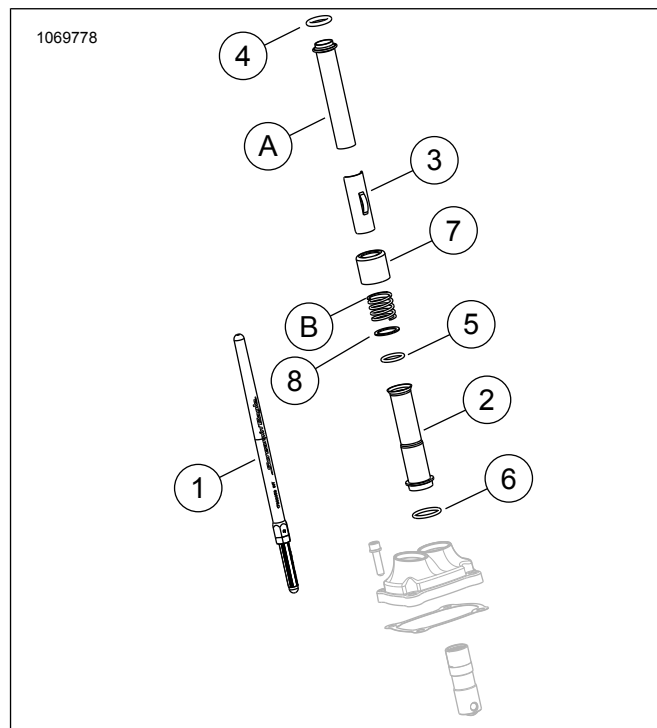
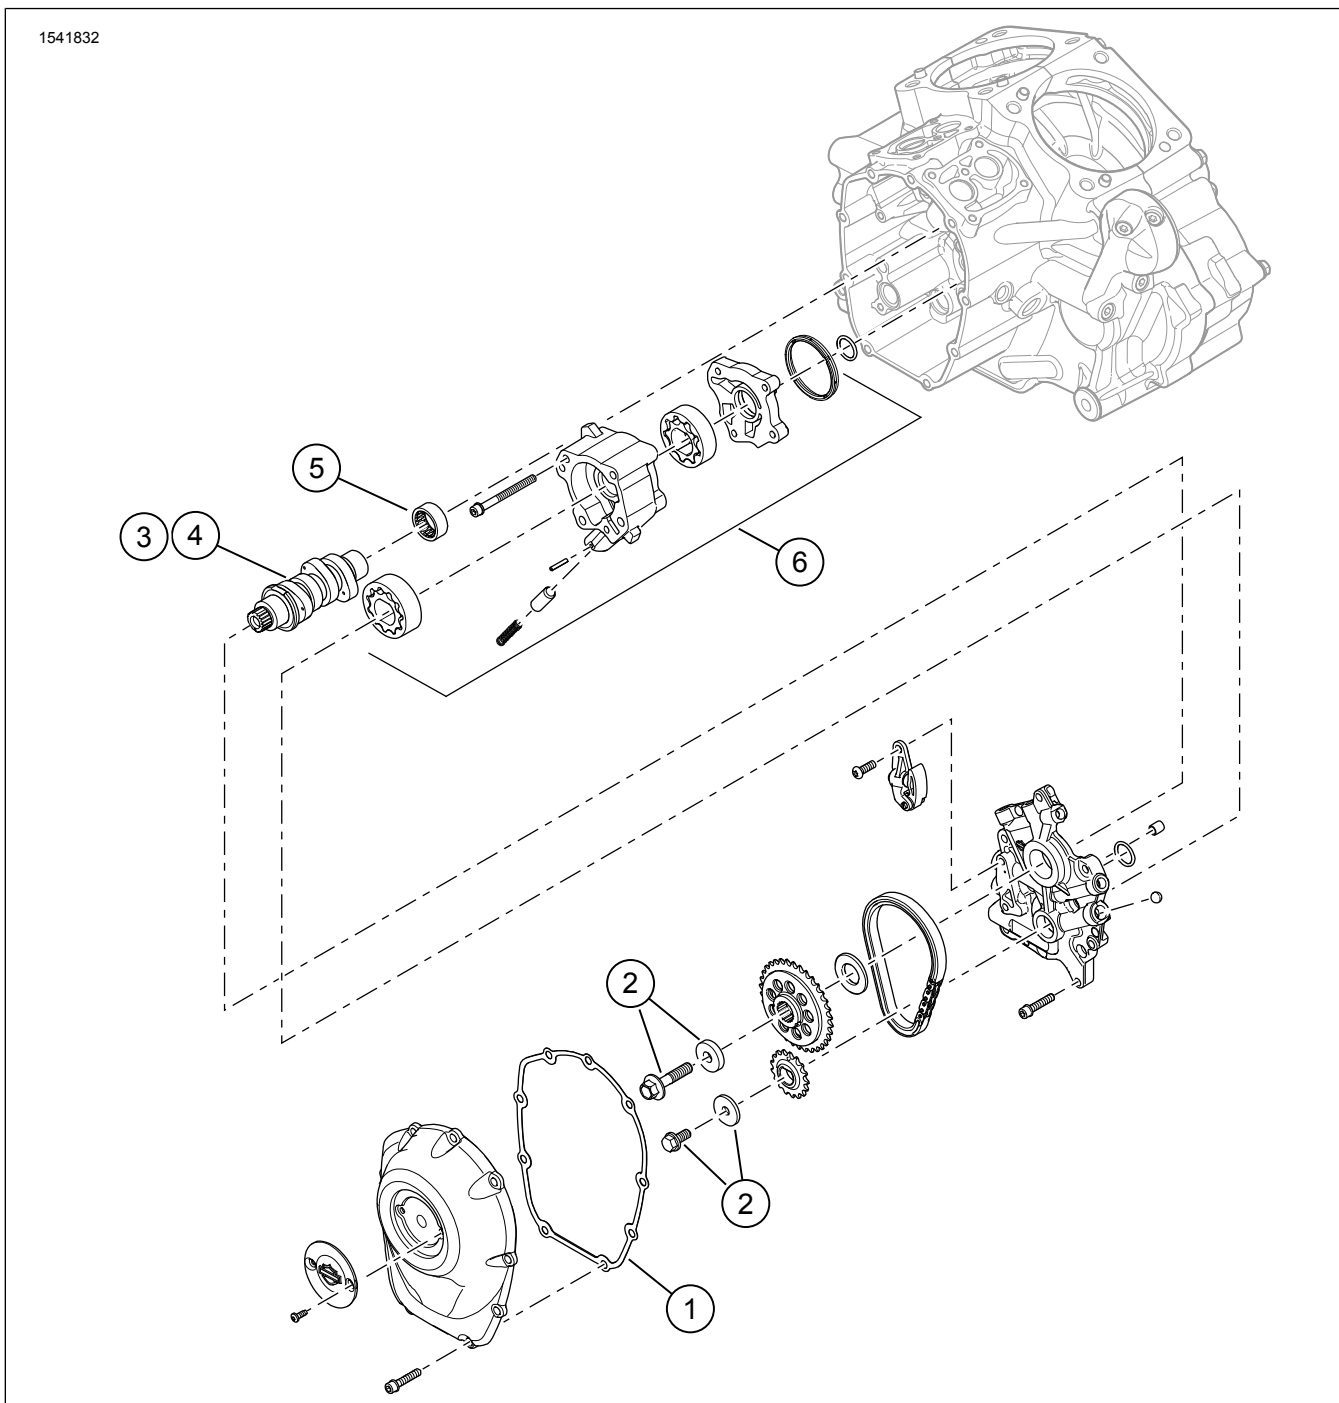

Figura 3. Peças de reposição
Figura 4. Peças de reposição: Kit Screamin' Eagle Milwaukee-Eight Stage 2
Ver Figura 3 a Figura 4, e Tabela 2 a Tabela 3.
1. Figura 4 Instale a bomba de óleo. Consulte **MOTOR** no manual de serviço.